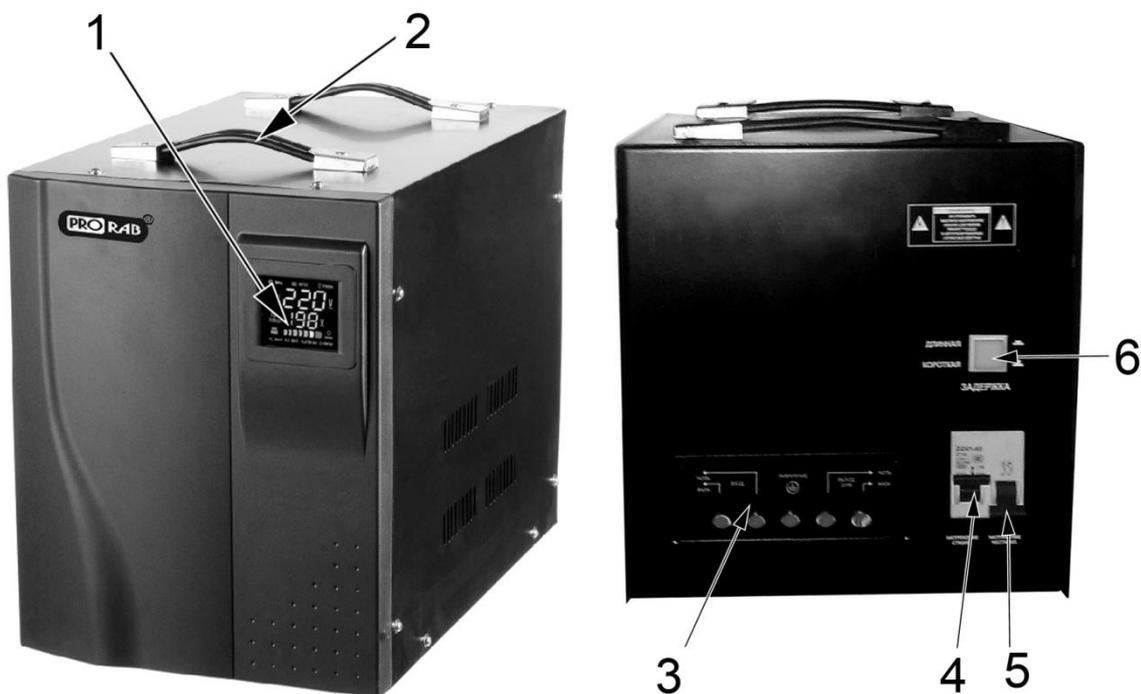

Рис. 1
- Перед установкой стабилизатора, снимите крышку клеммника (2)(См. Рис.1), открутив крепящие ее винты.
- Отключите (положение ВЫКЛ) входной автомат режима стабилизации (4)(См. Рис.1) и автомат включения обходной цепи «Байпас» (ОБХОД) (5)(См. Рис.1) на боковой панели стабилизатора .